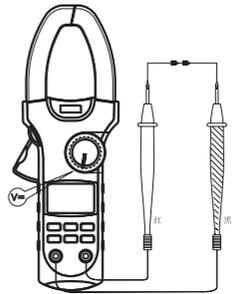

图 3
1. 直流电压测量(V $\overline{\sim}$) (见图3)